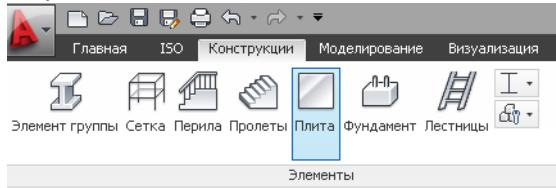

Рис. 53
6. Под вертикальными колоннами разместите опорные пластины. Выберите на ленте команду **Плита** (Рис. 53).